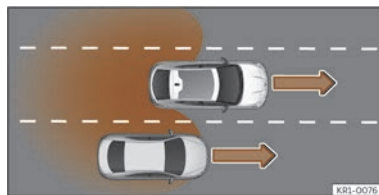

Fig. 125 Dépassement sur la voie centrale puis retour sur la voie de droite.
- Lorsque le véhicule dépasse un autre véhicule >>> **fig. 125** en cas de différence de vitesse d'environ 10 km/h (6 mph). Si le dépassement est considérablement plus rapide, aucune indication ne s'affiche.